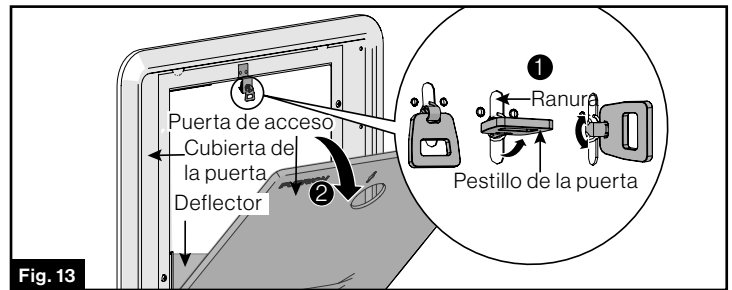

Fig. 13
- Retire la puerta de acceso y el marco de la caja, separando los componentes. (Fig. 13)
- Paso ①: separe la puerta de acceso del marco